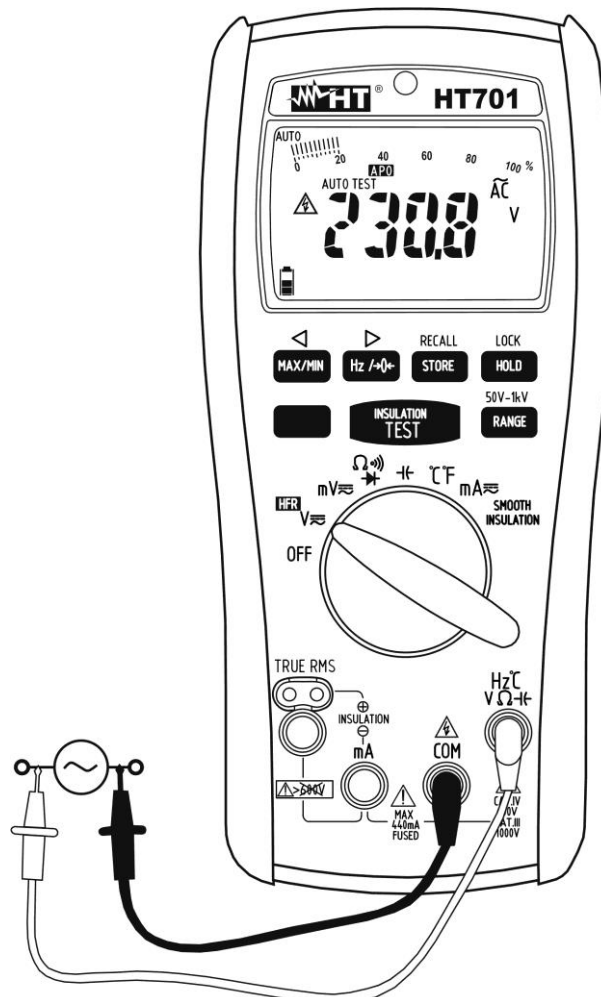

Fig. 3: Uso del instrumento para medida de Tensión CA
4. Inserte el cable rojo en el terminal de entrada **Hz C V Ω Hz** y el cable negro en el terminal de entrada **COM** (vea Fig. 3)